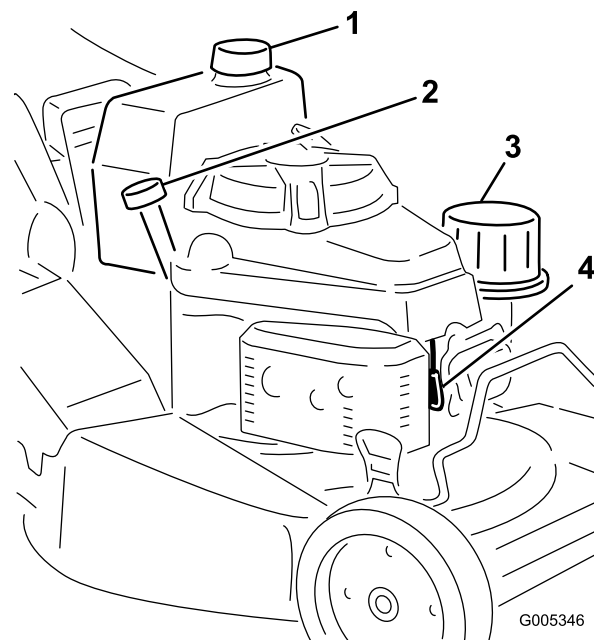

Figure 12
1. Branchez la bougie (Figure 12).
1. Nettoyez la surface autour du bouchon du réservoir de carburant (Figure 12).